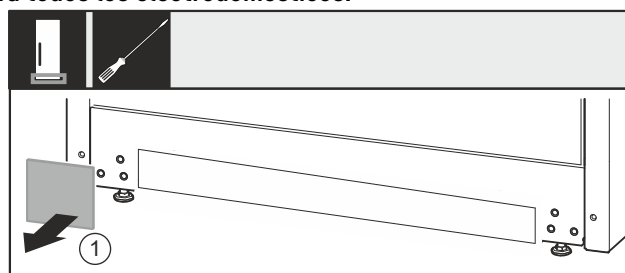

Fig. 35
- Retire la cubierta Fig. 35 (1).